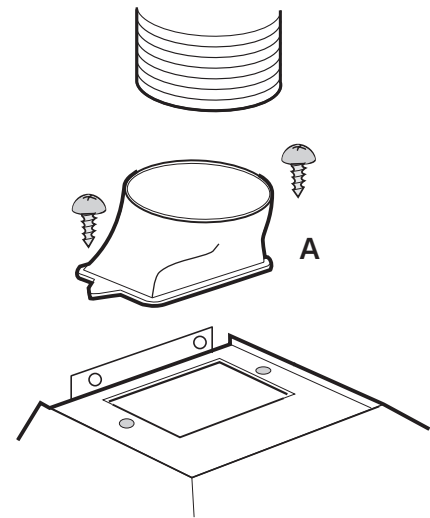

Bild 1
- Die Luft wird mit Hilfe eines an den Abluftstutzen A anzubringenden Rohres ins Freie geleitet. **Bild 1.**